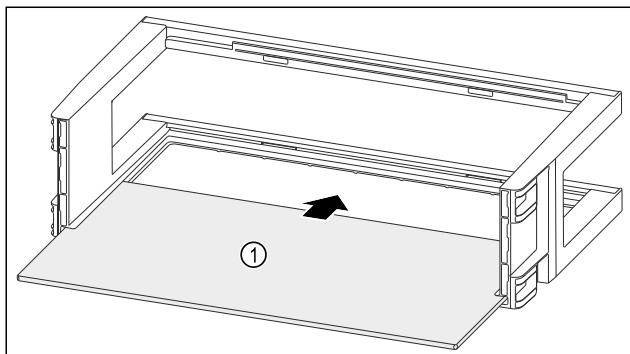

Fig. 116
- Посуньте полицю Fig. 116 (1) у бічні пази.